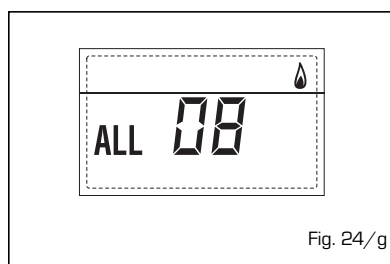

Fig. 24/g
- **ANOMALIA CIRCOLAZIONE ACQUA "ALL 09"** (fig. 24/h)